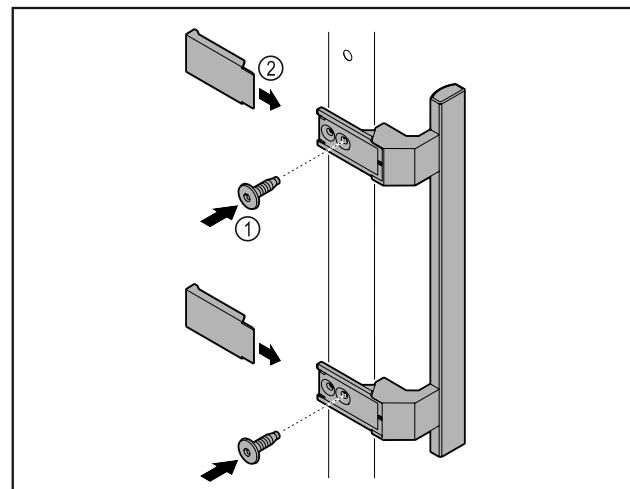

Fig. 6
- ▶ 用随附的螺钉 Fig. 6 (1) 将附件包中的把手安装到门上。
- ▶ 安放盖板 Fig. 6 (2)。